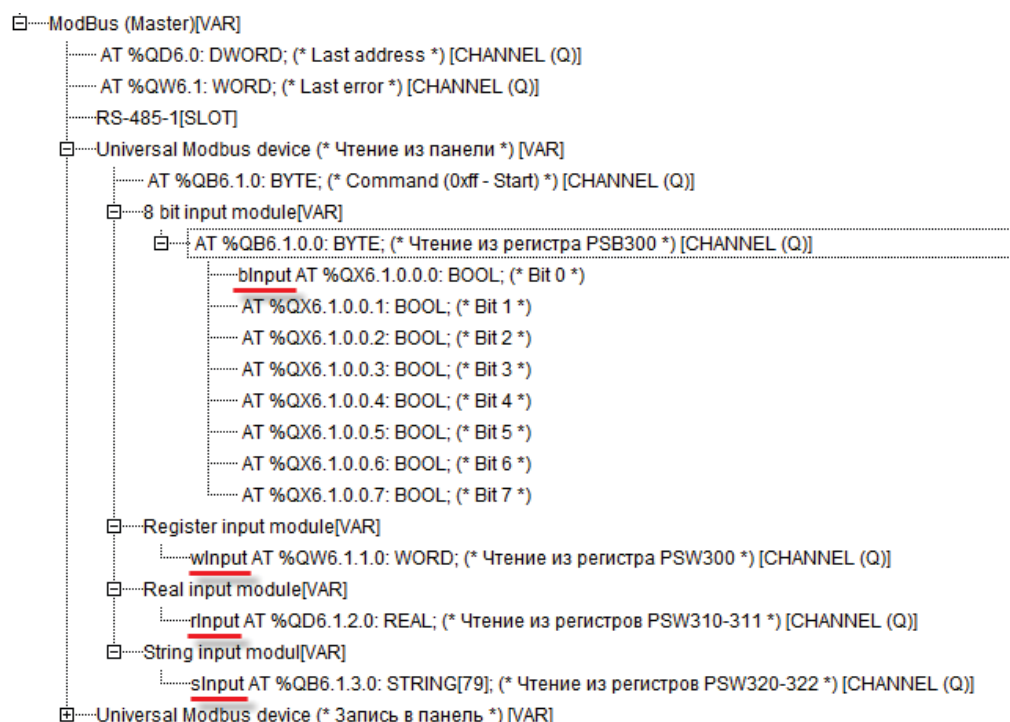

Рис. 22. Привязка переменных к каналам
**Обратите внимание**, что работа с переменными типа **BOOL** осуществляется через **8 Bit Input Module**. При этом нулевому биту соответствует заданный регистр модуля (см. рис. 22), первому – заданный регистр+1 (PSB301), второму – PSB302 и т.д.